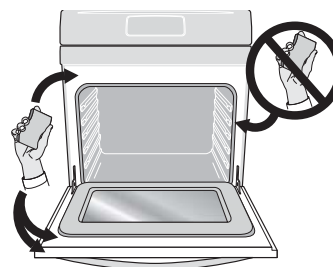

Figure 22 : Nettoyer autour du joint de porte du four
9. Nettoyer les parois et la sole du four. Ne pas nettoyer le joint de porte du four (Figure 22). Éviter de s'appuyer ou de se reposer sur la vitre de la porte du four pendant le nettoyage des parois.